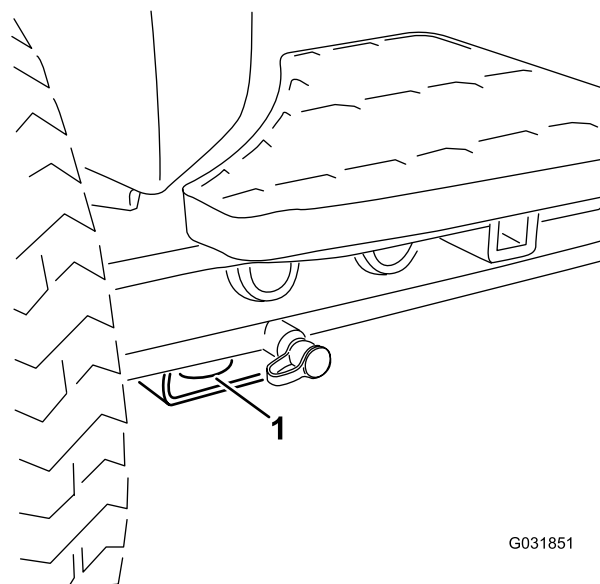

Figure 33
- **Avant de la machine** – trou du patin rectangulaire, sous le tube d'essieu, à l'intérieur de chaque roue avant (Figure 33).